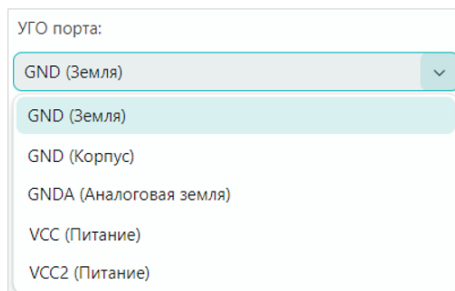

Рис. 139 Выбор УГО порта
4. С помощью выпадающего списка, расположенного в верхней части окна, выберите УГО порта из числа заданных в стандартах, см. Рис. 139.